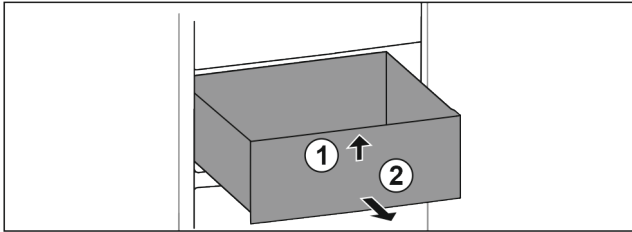

Fig. 68
- ▶ Приподнимите выдвижной ящик спереди. Fig. 68 (1)
- ▶ Извлеките выдвижной ящик движением вперед. Fig. 68 (2)